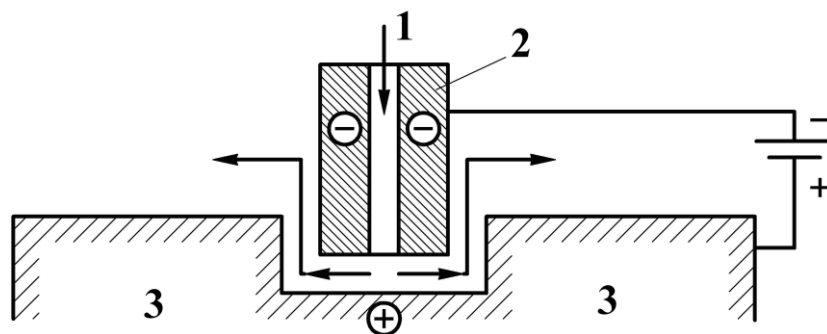

Рисунок 3.1 – Схема електрохімічного оброблення металів: 1 – електроліт; 2 – катод-інструмент; 3 – виріб, який обробляють
**Електрохімічне оброблення металів** – це метод формоутворення виробів з металів будь-якої міцності і твердості, які важко піддаються механічному обробленню. Розчинним анодом є метал виробу, електролітом – розчин  $NaCl$ , а катодом – мідний стрижень або стрічка певної форми (рис. 3.1).